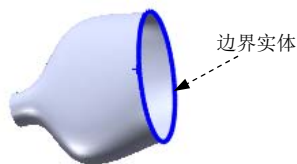

图 5.3.14 定义边界实体
Step3. 定义边界实体。选取图 5.3.14 所示的边线为边界实体。